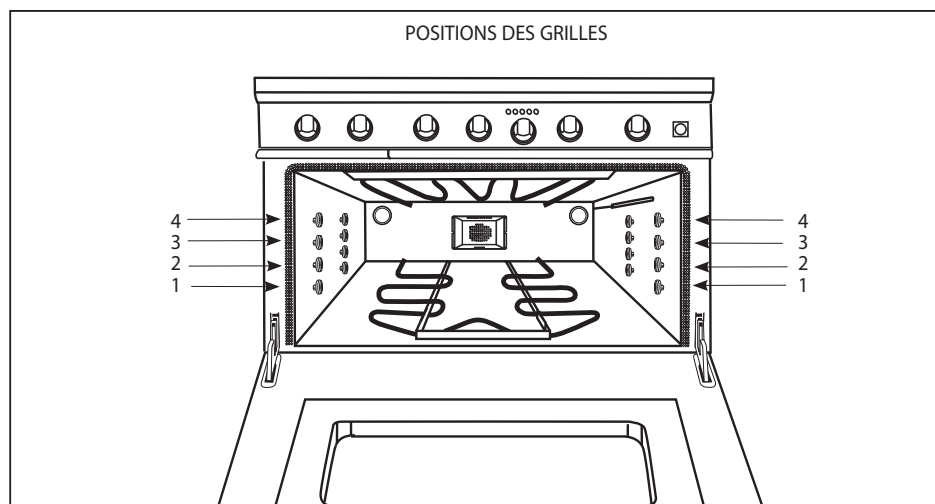

Fig. 01
2. Placez les grilles du four dans la bonne position avant d'allumer le four. Consultez votre recette pour connaître la bonne position de la grille. La position la plus utilisée est la position numéro 2. Les positions des grilles sont numérotées de bas en haut comme les étages d'un bâtiment (Fig. 01).